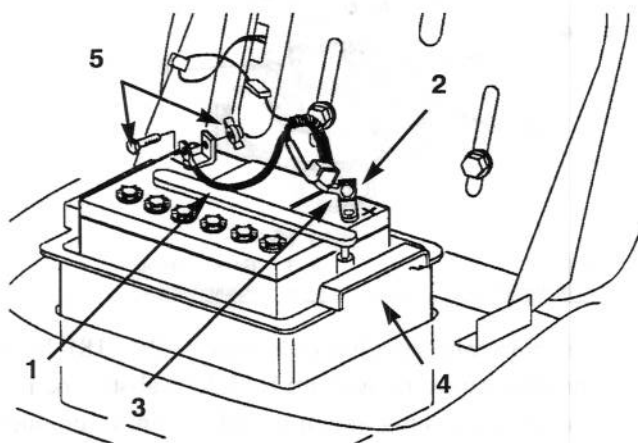

Bild 20
- Das Minus (-)-Kabel (schwarz) vom Batteriepol abklemmen (Bild 20).
- Die Gummikappe vom Plus (+)-Pol entfernen. Das Plus (+)-Kabel (rot) vom Batteriepol abklemmen (Bild 20).
- Das Plus (+)-Kabel (rot) mit Schraube und Flügelmutter am Plus (+)-Pol der Batterie anklemmen (Bild 20). Die Gummikappe über den Batteriepol stülpen.
4. Das Minus (-)-Kabel (schwarz) mit Schraube und Flügelmutter am Minus (-)-Pol der Batterie anklemmen (Bild 20).